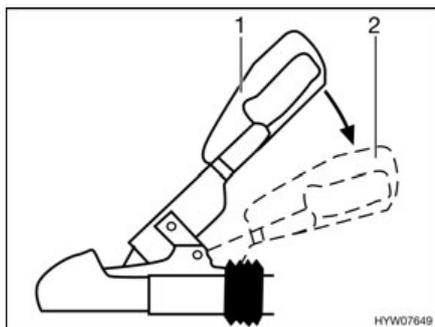

Fig. 179 Poignée de stabilisation
- Activer l'installation du dispositif de stabilisation. Appuyer la poignée d'attelage en position fermée (Fig. 179,1) jusqu'à la butée vers le bas (Fig. 179,2).